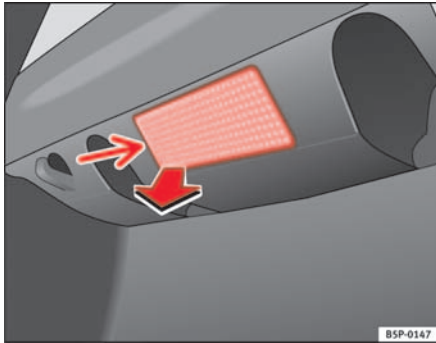

Abb. 167 Gepäckraum-
- Das Lampenglas der Glühlampe durch Druck mit einem Schraubenzieher auf dessen Unterkante -Pfeil- abnehmen ⇒ Abb. 167